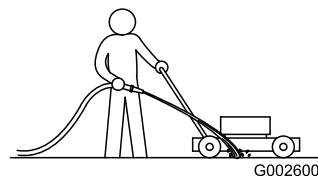

Figura 18
3. Com o motor a funcionar e a lâmina engatada, deixe correr água em frente da roda traseira **direita** (Figura 18).